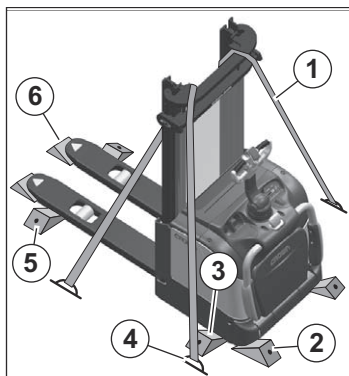

Fig. 56 Sikring af trucken
6. På begge sider trækkes en rigstrop **1** over masten som vist på fig. 56, den sættes fast i fæstningsøjene **4** og trækkes stramt til.
Klods trucken op med otte kiler på lastfladen (se fig. 56):